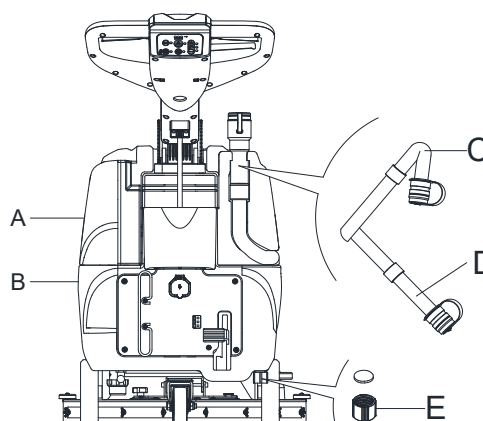

Figura 11
Când apa uzată se evacuează, tubul de aspirare pentru deșeurii trebuie să fie pliat (C, Figura 11) și aflat la o poziție inferioară (D, Figura 11), apoi deschideți capacul tubului de aspirare pentru a se scurge apa. Nu orientați în sus tubul de aspirare pentru gunoi pentru a evacua apa vertical. Aceasta pentru a evita stropirea cu apă murdară a operatorului.
8. Goliți rezervorul de soluție prin capacul de evacuare (E, Figura 11). După executarea lucrării, clătiți rezervorul cu apă curată.
2. Goliți rezervoarele (A și B, Figura 11) cum s-a arătat în paragraful anterior.